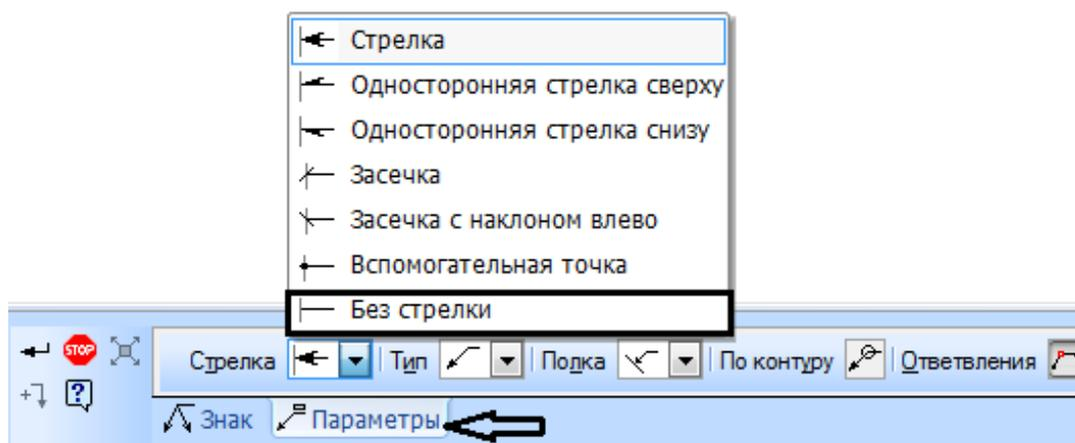

Рисунок 21
16. Переключите панель свойств на *Параметры* и в окне *Стрелка* выберите *Без стрелки* (рисунок 21)